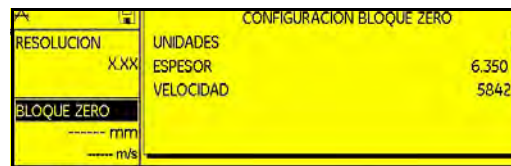

Figura 11: Ventana Configuración del bloque zero
2. Utilice el joystick () para seleccionar la función **BLOQUE CERO**, después mueva el joystick () para abrir la ventana de configuración (siguiente Figura 11).